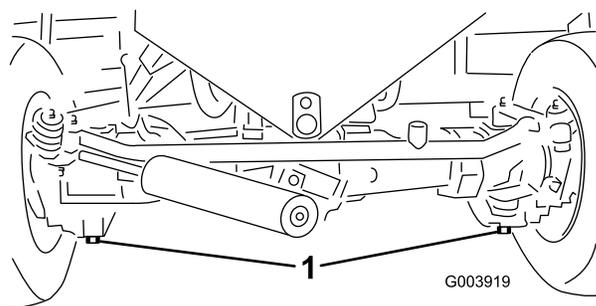

図 64
2. ドレン・プラグの周辺をウェスできれいにぬぐう (図 64)。